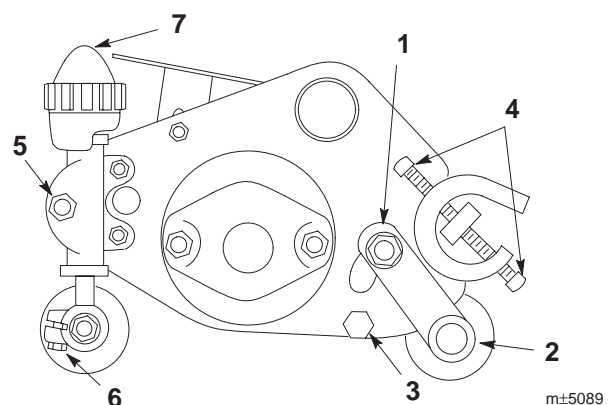

図 10
1. カッティングユニット左右で、後ローラの刈り高ブラケット（図10）をサイドプレートに固定しているキャップスクリュとナットを外す。
2. ローラ・シャフトを固定しているネジ(6 角穴 ; 図 10) を外す。
4. カuttingユニット左右からベッドバー取り付けボルト(図 10) を外す。
5. カuttingユニット左右のベッドナイフ調整ネジ(図 10) をゆるめる、ベッドナイフ・アセンブリをリールから逃がすように回転させながら取り出す。
1. カuttingユニットの左右で、刈り高調整ロッドの固定ネジ(図 10) をゆるめる。
2. 刈り高調整ノブ(図 10) をゆるめて刈り高調整ロッドから外す。ノブは刈り高クランプの上ワッシャに保持される。